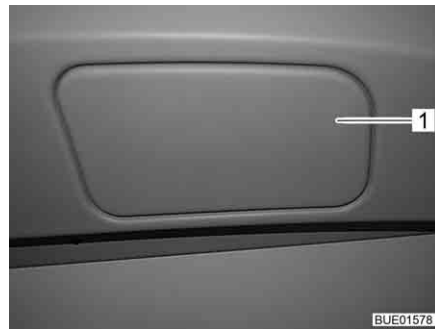
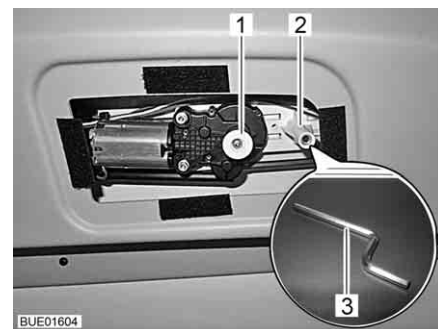

Bild 35 Abdeckung der Notentriegelung
Bild 36 Notentriegelung der Frontscheibenverdunklung
- Abdeckung (Bild 35,1) der Notentriegelung an der Fahrerhausdecke mit einem flachen Gegenstand (z. B. Münze) abheben.
- Mitgelieferten Sechskantschlüssel (Bild 36,3) mit dem langen Schenkel in die Aufnahme (Bild 36,2) stecken.
- Knopf (Bild 36,1) drücken.
- Knopf (Bild 36,1) herausziehen und Abdeckung (Bild 35,1) anbringen.